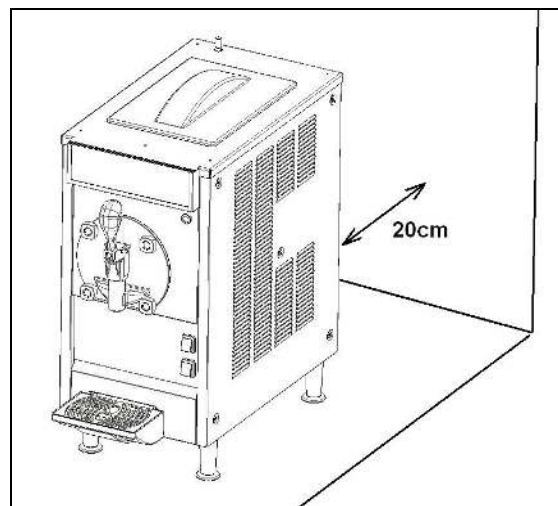

Fig. 2
b) Appoggiare l'apparecchio su una superficie patta facendo in modo che la carrozzeria dell'apparecchio sia ben areata, lasciare almeno 10 inch sul lato sinistro in modo da permettere il controllo e rimozione del cassetto di raccolta ed almeno 8 inch di spazio libero su tutti gli altri lati in modo da permettere una buona areazione (fig.2). Installare l'apparecchio in un ambiente asciutto ed evitare di installarlo vicino a fonti di calore. **La temperatura ambiente di utilizzo macchina deve essere compresa tra i 75°F e i 90°F.**